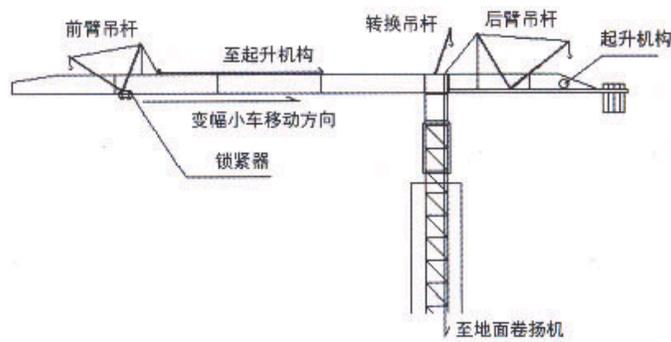

图3 STT293塔机空中解体自卸辅助吊杆示意图
(1) 拆卸工作的重要性。塔机能否按期、顺利、安全的解体,成为此次施工全过程中至关重要的问题。任何一点疏忽和意外造成的工期延误或安全事故都意味着整个施工方案的失败,同时将会对台山电厂的电力顺利输出造成重大影响。
(2) 采用的工具。此次拆卸的关键在于215.5m以上高空的前后臂空中解体,并为此选择了平头式塔机,主要原因是本公司设计了一套可移动辅助吊杆,安装在塔机起重臂变幅小车上,用于拆卸塔机前臂,如果选择带拉杆的塔机,前臂拉杆将会阻碍辅助吊杆的移动。同时还设计了一套吊装平衡臂的辅助吊杆和一套空中转换吊杆作为中途在空中转换辅助吊杆时的吊装工具(如图3)。有了这套设备以后,就可以在215.5m以上高空不需要借助任何建筑物实现塔机自我前后臂解体。